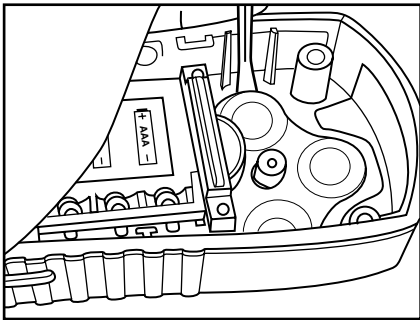

Fig. 39
- 5. Use un desatornillador de punta fina para jalar la orilla del filtro (Fig. 39).